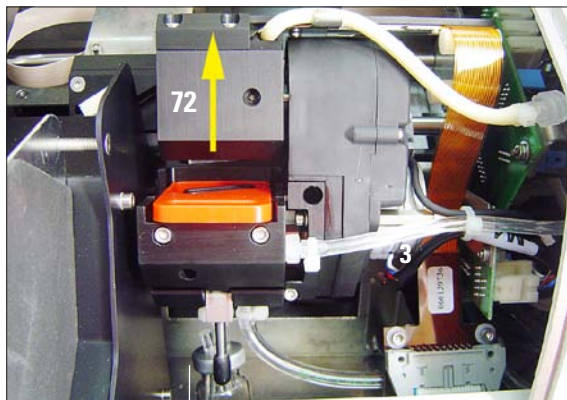

図 57
- 印字ヘッド (72) が上方に、シールリップから約 1 cm 離れた位置まで移動します (図 57)。
- 赤のキャップ（85、図 57）をクリーニングカートリッジにねじ込み、左側のプレートを再度閉じます。